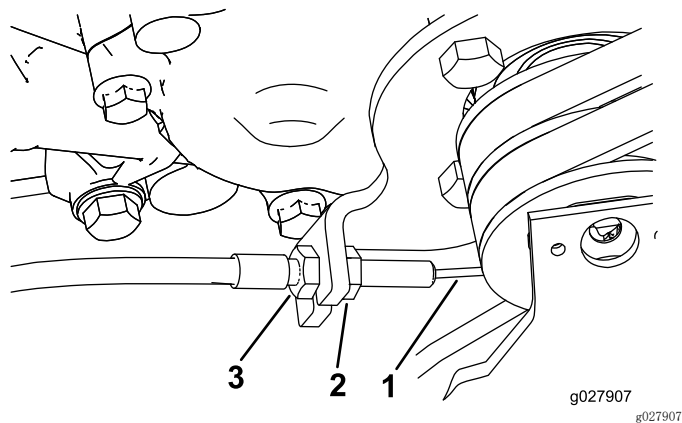

图49
3. 要增加拉线的张力，应拧松前拉线锁紧螺母并拧紧后拉线锁紧螺母（图49），直至达到 $8\sim 9\text{N}\cdot\text{m}$ 的作用力，以接合牵引控制装置。